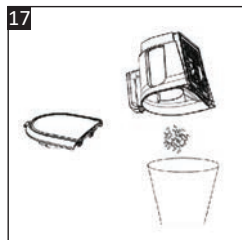

Рис. 17
2. Зніміть пилозбірник і спочатку спорожніть його вміст (→ **СПОРОЖНЕННЯ ПИЛОЗБІРНИКА**). (Рис. 17).